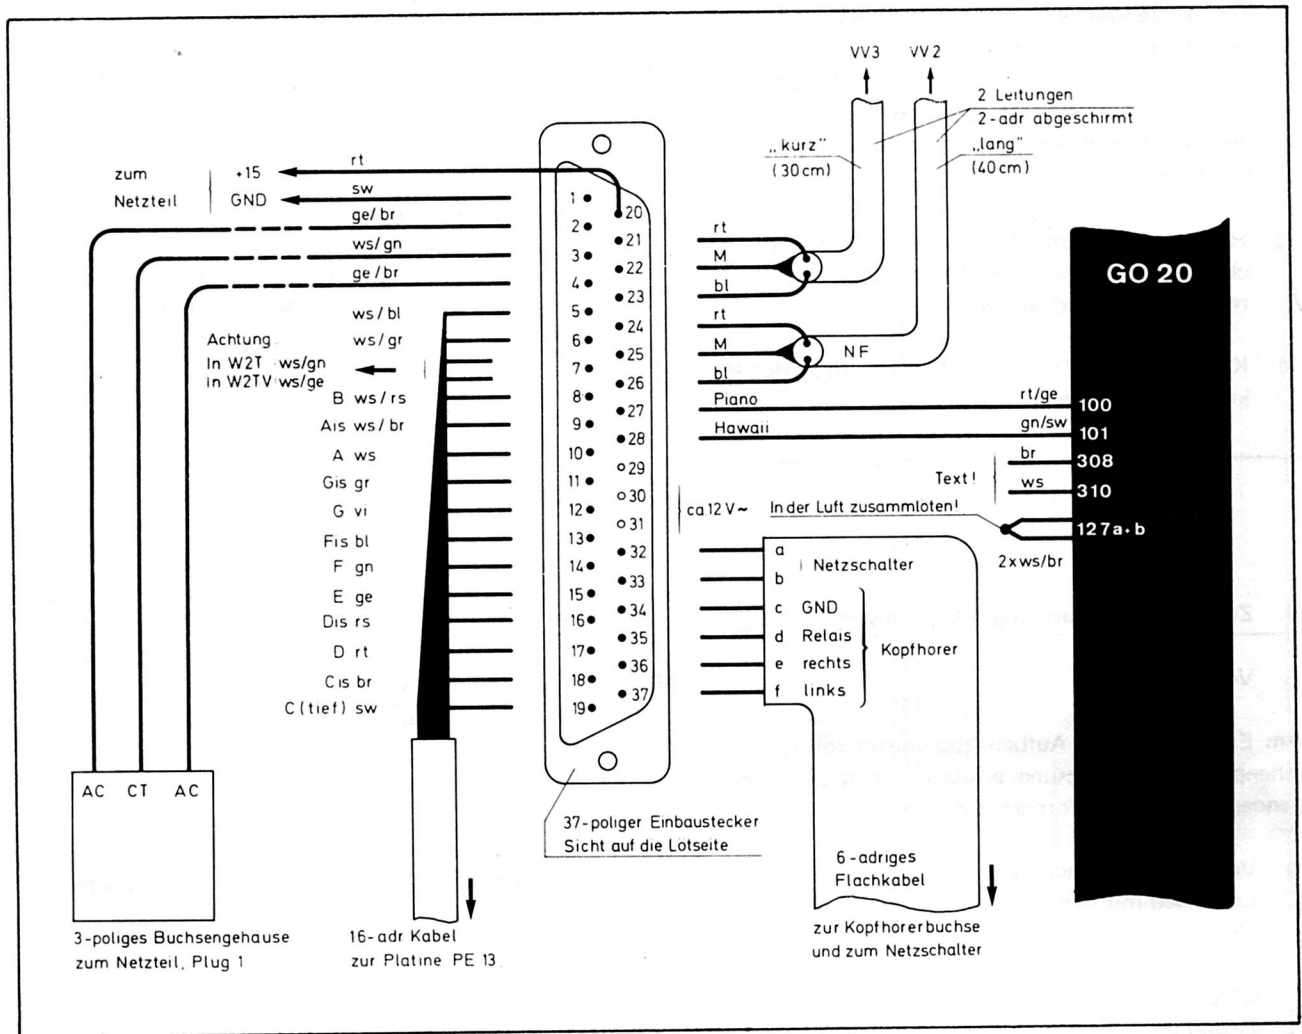

Abb. 21: Verdrahtung des 37-poligen Einbausteckers
| 17       | 642138      | 1         | 50 cm Litze, gelb/braun            | Abb. 21                            | 4        |
| 18       | 642141      | 1         | 25 cm Litze, weiß/grün             | Abb. 21                            | 4        |
| 19       | 642158      | 1         | 1,50 m 10-adriges Flachkabel       | Abb. 21 und 22                     | —        |
| 20       | 642121      | 1         | 50 cm Litze, rot                   | Abb. 21                            | 4        |
| 21       | 642166      | 1         | 50 cm Litze, schwarz               | Abb. 21                            | 4        |
- a) Verbinden Sie nach Abb. 21 das Netzteil über drei Leitungen mit den Punkten 2, 3 und 4 (2 x 18 Volt Wechselspannung) des 37-poligen Einbausteckers. Das Buchsengehäuse und die dazugehörigen Anschlagkontakte finden Sie im Bausatz Netzteil (BP 1) und die Litzen im Karton "Kleinteile ..." des BP 5. Stecken Sie das 3-polige Buchsengehäuse am Netzteil PS 2 auf die Stiftleiste PC-Plug 1 auf.
- b) Schneiden Sie von dem im BP 5 gelieferten 10-adrigen Flachkabel 10 cm ab und bewahren Sie dieses Stück für später auf. — Trennen Sie von dem Rest 4 Leitungen ab und löten Sie das nun 6-adrige Flachkabel nach Abb. 21 an dem 37-poligen Einbaustecker an.
- d) Verlegen Sie ebenfalls nach Abb. 21 die beiden Leitungen (rot und schwarz) zwischen dem Netzteil und dem 37-poligen Einbaustecker (Buchsengehäuse und Anschlagkontakte in BP 1, Litzen in BP 5).
- e) Die beiden in Abb. 21 noch angegebenen abgeschirmten Kabel werden erst später angeschlossen.